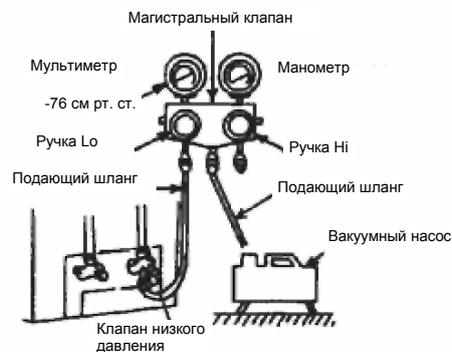

Рис. 10
8. Затяните колпачок клапана низкого давления (как показано на рис. 10).